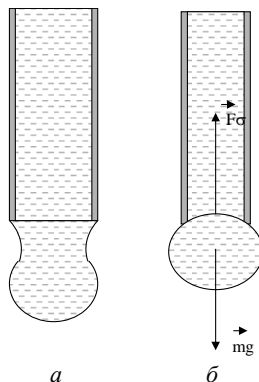

Рис. 1
Строго говоря, формула (1) несправедлива изначально, поскольку записана для так называемых сосредоточенных сил. Ведь если сила тяжести относится к таковым, ибо ее можно сосредоточить в центре тяжести, сила поверхностного натяжения (согласно ее определению) распределена по линии контакта и лишь в ситуации, показанной на рис. 1, б, в какой-то мере может считаться сосредоточенной. С увеличением диаметра трубки, когда он становится соизмеримым с